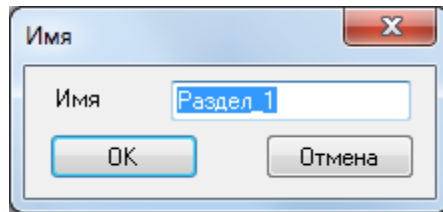

Рисунок 6.40
- создается раздел (см. рисунок 6.40) с помощью кнопки  или контекстного меню **Создать раздел** или выбирается в дереве разделов панели параметров;